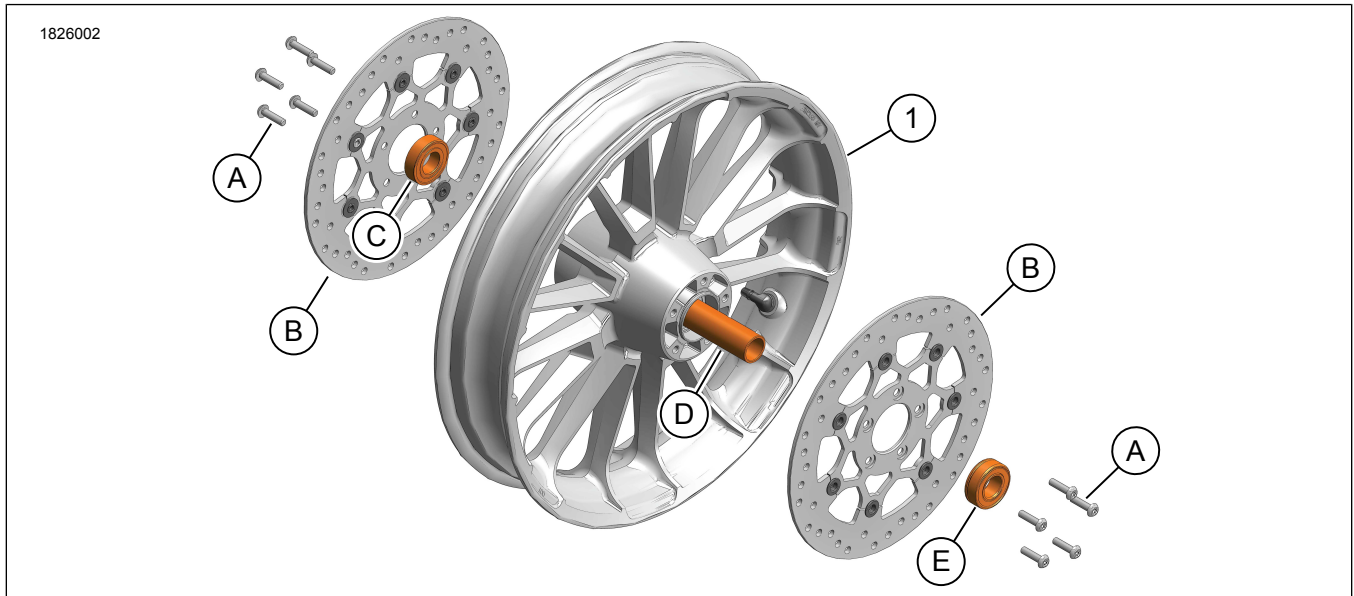

Figura 1. Contenido del kit: Ruleta HD de 19 pulg. Rueda
1. Extraiga la rueda Equipo original (OE) . Vea el manual de servicio.
2. Vea la Figura 1. Retire los rotores del freno delantero.
- a. Retire los tornillos (A).
- b. Retire OE rotores del freno delantero (B).
5. Retire el espaciador del cojinete de rueda (D).
3. Vea la Figura 1. Instale el espaciador de cojinetes (D) y los **nuevos** cojinetes de rueda sellados (C, D).